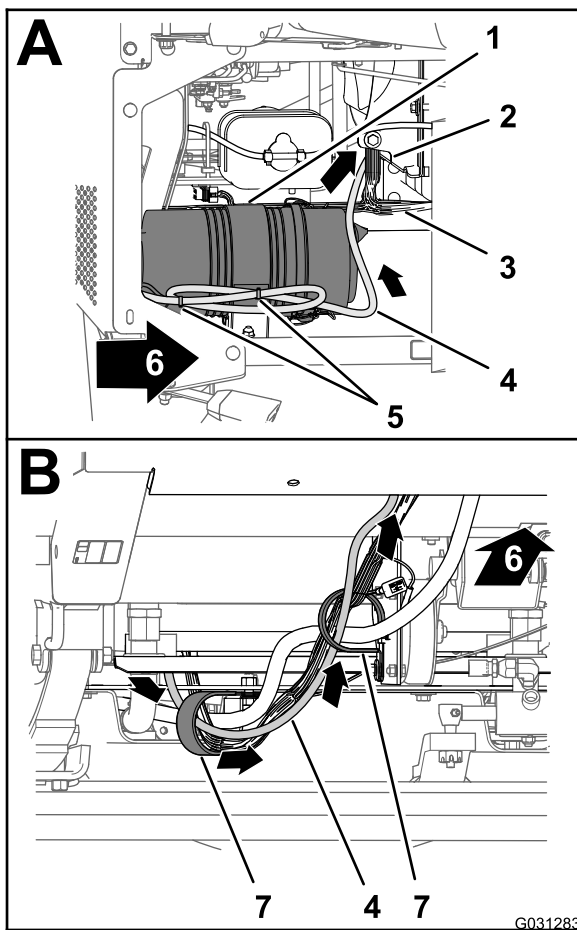

Figura 166
1. No lado direito do compartimento do motor, passe a secção de 220 cm da cablagem dos dados para a frente do filtro de ar para o motor e para baixo na direção do canto inferior direito do radiador (Figura 166).
2. Passe a secção com 220 cm da cablagem dos dados para a frente e através dos 2 grampos em R na parte inferior da máquina (Figura 166).